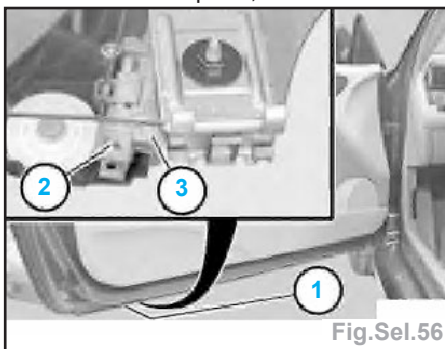

Fig.Sel.56
- la cote (C) est mesurée au milieu du montant A,
- Le réglage en hauteur se fait uniquement par le trou (1) de la porte AV sur le patin AR (3) (fig.Sel.56).
- Agir sur la vis Torx (2) jusqu'à l'obtention du réglage idéal.
- Si la profondeur d'abaissement (C) à l'avant n'est pas atteinte :